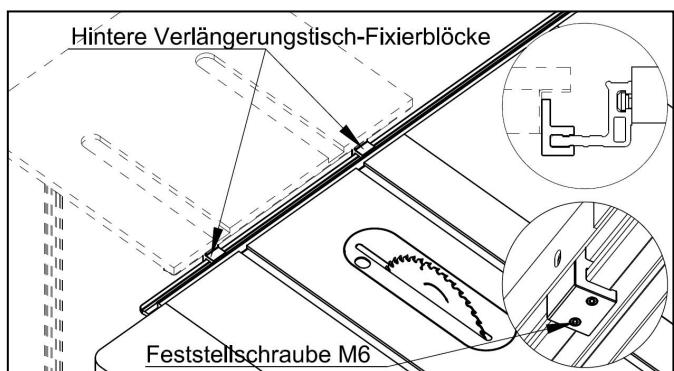

Abb. 6-27
9. Die zwei hinteren Verlängerungstisch-Fixierblöcke (Artikel D) werden mit dem Produkt für die Installation des hinteren "nicht zuführenden" Verlängerungstisches geliefert. Diese Blöcke können, wie in Abbildung 6-27 dargestellt, an jeder gewünschten Position entlang der hinteren Führungsschiene mit M6-Setzschräuben befestigt werden.